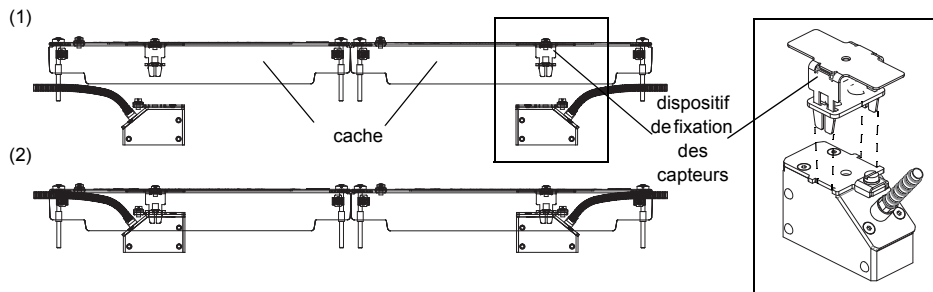

Fig. 9.27: Capteurs dans le cache
- Poussez fermement les capteurs sur le dispositif de fixation dans les caches, de manière à ce que les capteurs s'enclenchent et qu'ils soient solidement fixés dans le cache (un capteur pour chaque cache). Les câbles des capteurs partent dans des directions opposées (voir Fig. 9.27).